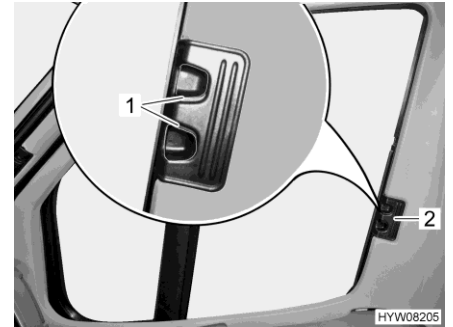

Bild 41 Plisségardin för förar-/passagerarfönster
- Ta tag i handtaget (Bild 41,2) till plisségardinerna för förarfönstret och passagerarfönstret och skjut in dem så långt det går.
- Låt låshandtagen (Bild 41,1) haka fast.